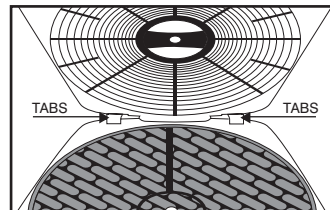

Fig. 5
4. Placer les languettes au bas de la grille de protection, à la base de l'appareil. Voir Fig. 5